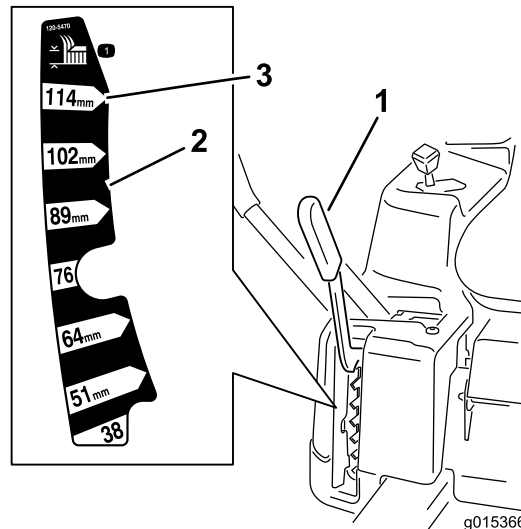

Figure 20
La hauteur de coupe est commandée par le levier situé à droite de la position de conduite (Figure 20).
**Remarque:** La position de transport (114 mm) est la hauteur de coupe la plus élevée (Figure 20).